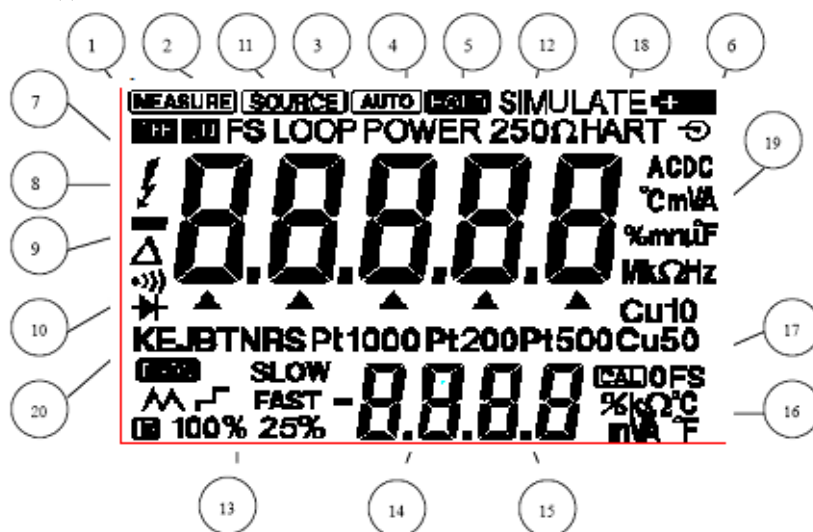

Рис. 6 Символы дисплея (индикация при включении питания)
- Рис. 6 и Таблица 6 описывают индикаторы, элементы и символы дисплея.
\*-примеч.: Внимание, некоторые символы и индикаторы указанные на рис.6 в АКПП-2202А - *не используются*.